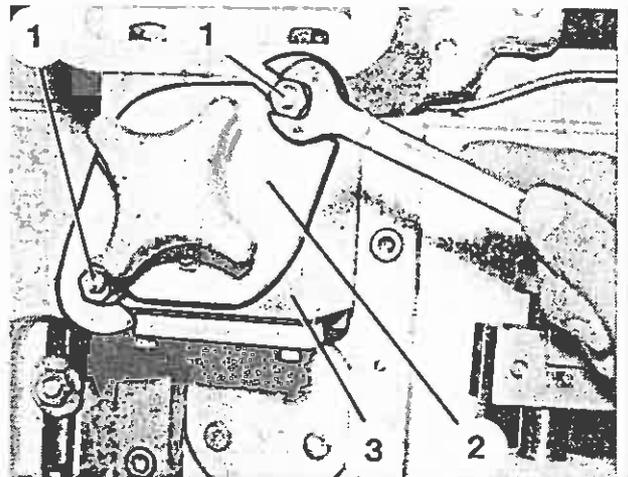

Bild 121.8
5. Sechskantmutter (Bild 121.8/1) einige Umdrehungen lösen, Verschußdeckel (Bild 121.8/2) am Sterngriff (Bild 121.8/3) etwas verdrehen und vom Dosiergehäuse (Bild 121.8/3) abziehen.